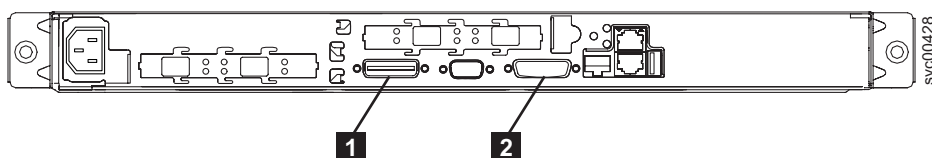

図 157. SAN ボリューム・コントローラー 2145-4F2 CT2 IN ポートと CT2 OUT ポート
- 1) CT2 ケーブル (部品番号 00N7004) を注文します。このケーブルはキーボード、ディスプレイ、およびマウスの 3 種一体型ケーブルで、ノードの背面の C2T OUT ポート **2** にプラグを差し込みます (図 157 を参照)。